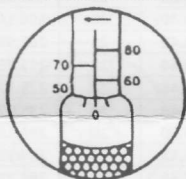

FIG1 50FT-LB
- Der Drehmoment ist nun bei 56ft.lbs gesetzt (Siehe Fig.1 und 2)